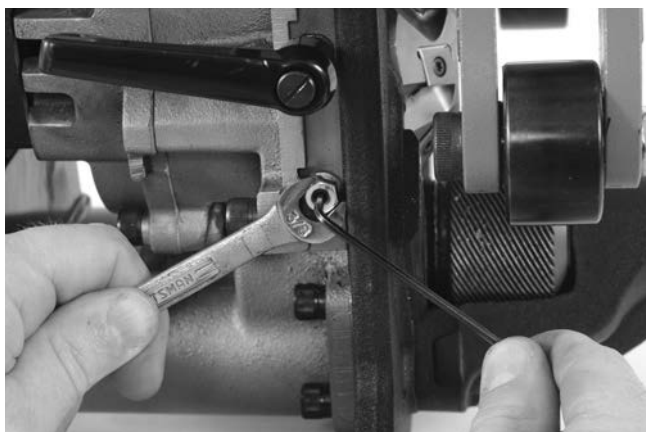

Figura 27 – Ajuste de la placa de deslizamiento
5. Mantenga bloqueados los tornillos de montaje con la llave hexagonal y luego apriete las contratuercas (Figura 27).